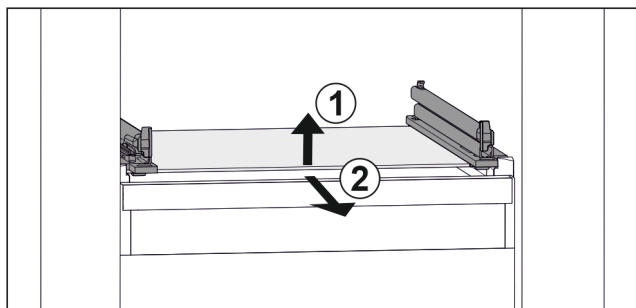

Fig. 35 Príklad zobrazenia sklenenej dosky
- ▶ Nadvihnite sklenenú dosku vpredu. Fig. 35 (1)
- ▶ Odoberte sklenenú dosku dopredu. Fig. 35 (2)